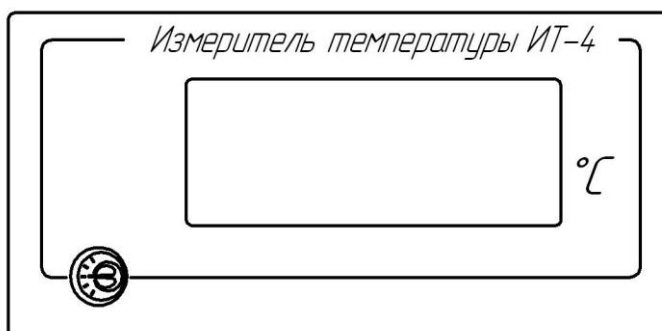

Рисунок 1 –Лицевая панель измерителя ИТ-4 щитового исполнения
3.5.1.2 На лицевой панели измерителя находятся знаковый индикатор, нанесено название измерителя и зарегистрированный товарный знак предприятия-изготовителя (см. рисунок 1).